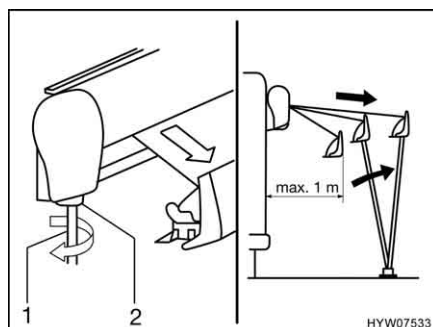

Fig. 26 Estrazione della tenda
- Inserire la manovella (Fig. 26,1) nel supporto a baionetta (Fig. 26,2) della tenda e girarla in senso antiorario. La tenda si apre dopo un paio di rotazioni.